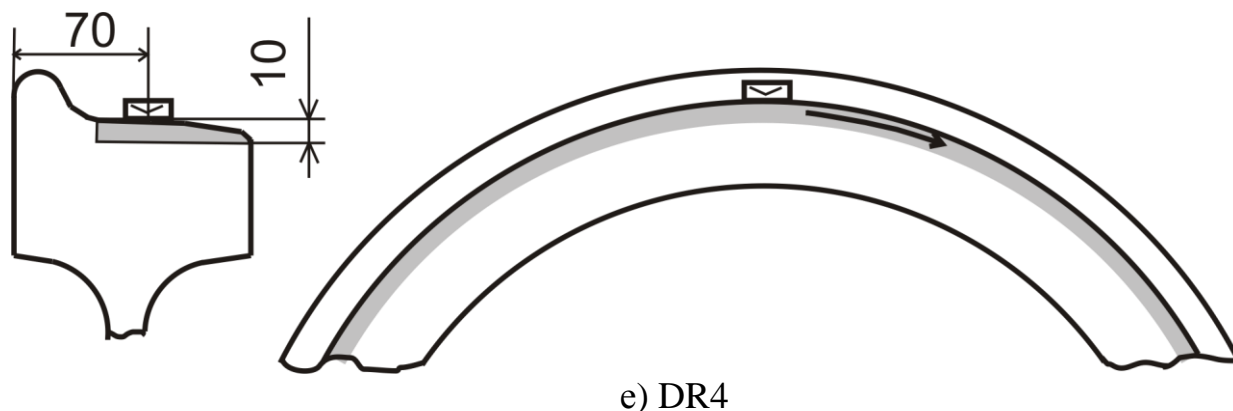

Рисунок 4.1 - Схемы прозвучивания и зоны контроля цельнокатанных колес
4.2.1 УЗК цельнокатаных колес выполняется эхо-импульсным методом с внутренней боковой поверхности и поверхности катания обода и обеспечивает выявление поперечных и продольных усталостных трещин, расслоений, неметаллических включений (неисправности кодов 511, 513, 517, 611, 612, 614, 615 и 616 по Классификатору 1.20.001) и других внутренних несплошностей. Соответствующие варианты методов по СТО РЖД 1.11.002 и зоны контроля представлены на рис. 4.1 и в табл. 4.1.